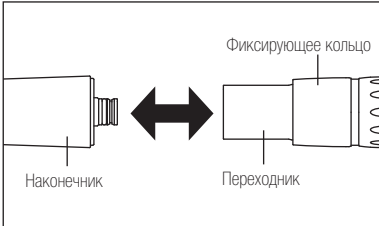

Рис. 2
- Вставьте наконечник в переходник (Рис. 2).
Оттяните фиксирующее кольцо переходника и аккуратно отсоедините наконечник от переходника (Рис. 2).